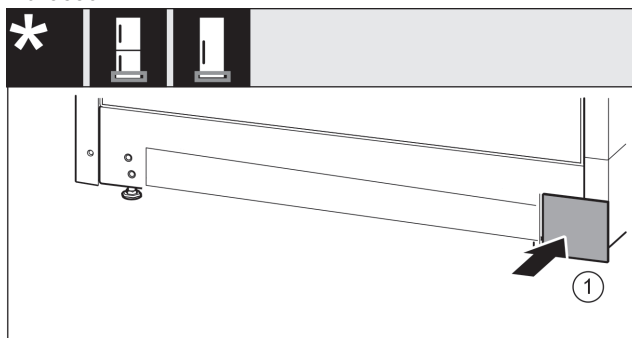

Fig. 50
- ▶ Tegye vissza a fedelet Fig. 50 (1) a másik oldalra.